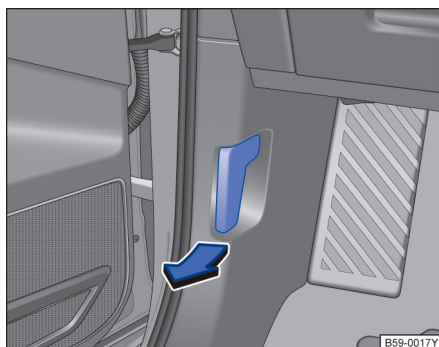

图 254 驾驶员侧脚部空间：发动机舱盖锁开启手柄
- 将车门打开沿图示箭头方向拉动开启手柄→图 254，舱盖在弹簧机构的作用下弹开稍许。